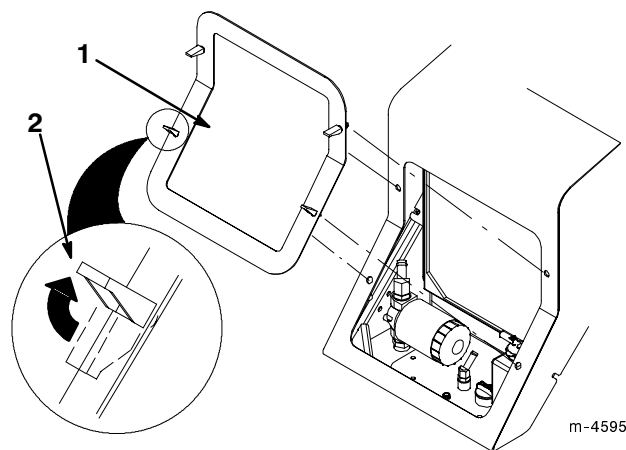

Abbildung 22
3. Die vier Sicherungszungen lösen (Abb. 22).
4. Die Abdeckung von der Zugmaschine herunterziehen (Abb. 22).